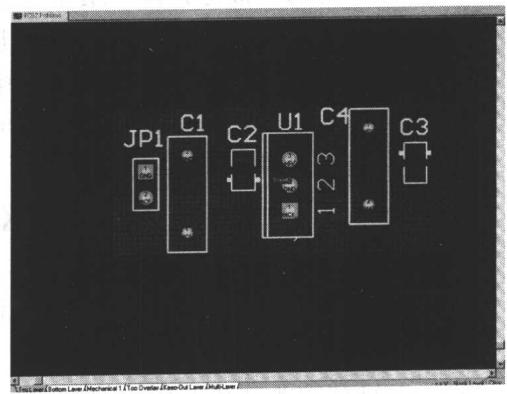

图1-2 印制电路板的实例
(2) 印制电路板的设计(\*.pcbdoc)。主要产生\*.pcbdoc文件，可直接用于电路板的生产。图1-2所示的PCB图就是用Protel DXP设计完成的。